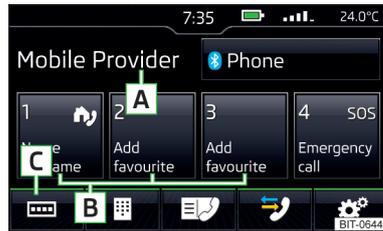

Abb. 176
**Hauptmenü - Informationen und Funktionsflächen** » Abb. 176